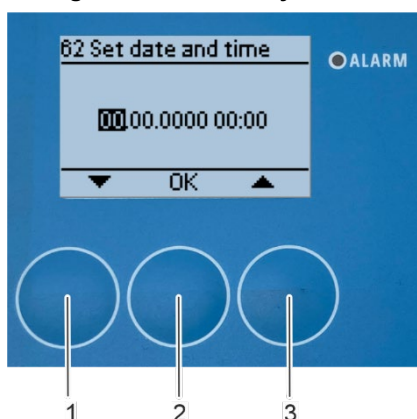

Figura 110: Introducir el día del mes
⇒ Aparecerá el submenú «Configurar fecha y hora» (Figura 110).
3. Ajuste el día del mes mediante los botones de flecha [arriba] (Figura 110/3) y [abajo] (Figura 110/1).
4. Confirme la selección pulsando [Aceptar] (Figura 110/2).